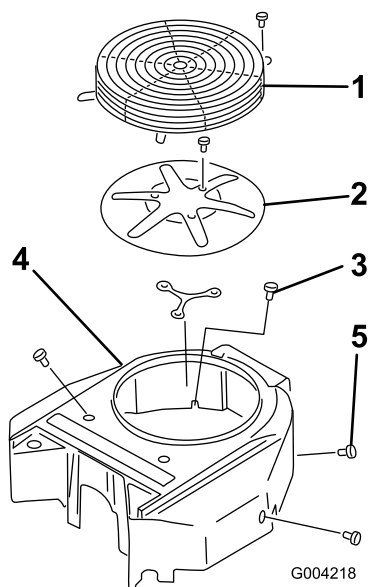

Figure 69
Avant chaque utilisation, enlevez l'herbe, les saletés et autres débris éventuellement accumulés sur la grille du moteur. Cela permet d'assurer un refroidissement et un régime moteur corrects, et réduit les risques de surchauffe et de dégâts mécaniques du moteur (Figure 69).
3. Retirez la grille d'entrée d'air, le lanceur et le boîtier du ventilateur (Figure 69).
5. Remettez la grille d'entrée d'air, le lanceur et le boîtier du ventilateur (Figure 69).